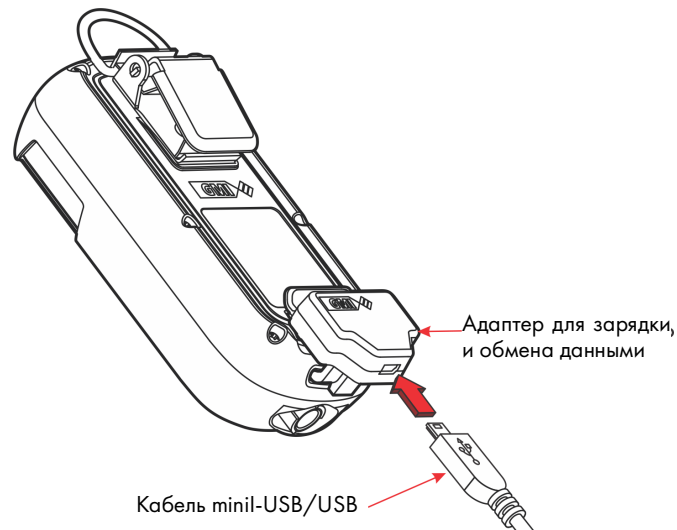

Рисунок 50: Подключение кабеля к адаптеру для зарядки и обмена данными
2. Подключите к адаптеру входящий в комплект кабель mini-USB/USB (как показано на Рисунок 50: Подключение кабеля к адаптеру для зарядки и обмена данными).